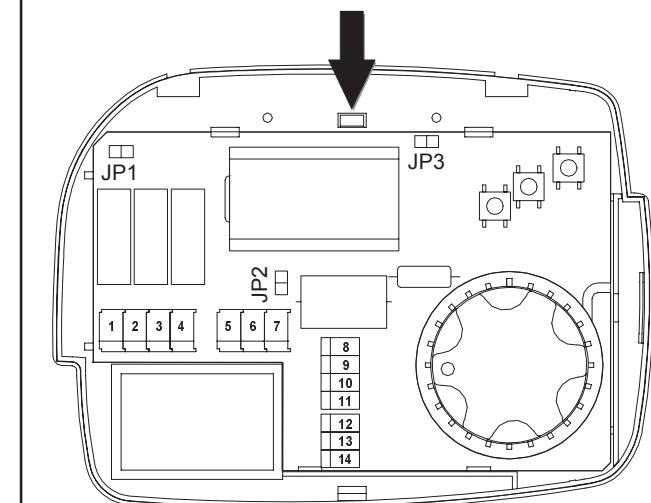

Abb. 4: Innenansicht.
2. Die Grundplatte hinter dem Thermostat entfernen in dem Sie auf den kleinen Kunststoffzahn (siehe Abb.4) drücken und gleichzeitig die Grundplatte nach unten drücken, um sie zu befreien.
Das Gerät funktioniert mit Betriebsspannung 230V~ oder 24V~. Der Thermostat wird im Werk für eine Betriebsspannung von 230V~ eingestellt mit Jumper auf JP1-Position. Um die Betriebsspannung auf 24V einzustellen, den Jumper JP1 (Abb.4) in die Position JP2 (Abb.4) bringen. Die Eingangsklemmen sind die 5 und die 6, wie eben die Abb.6 zeigt. Bei Versorgung mit 230V~ sind Leiter und Nullleiter streng einzuhalten. Bei der Klemme 7 ist ein Eingang für die zentralisierte Kühlungs-/Heizungsauswahl verfügbar. Falls die zentralisierte Kühlungs-/Heizungsauswahlfunktion nicht verwendet wird, kann dieser Eingang für die Aktivierung der Betriebsweise "Economy" eingesetzt werden. An den Klemmen 13 und 14 kann ein externer Raumtemperaturfühler angeschlossen werden. Bei der Konfiguration können Sie auswählen, ob Sie den internen oder den externen Temperaturfühler verwenden wollen. Bei den Klemmen 12 und 14 können Sie verschiedene Fühlervarianten für Sonderfunktionen anschließen: einen Vorlauftemperaturfühler für die "Changeover"-Funktion und/oder ein "Tiefsttemperaturthermostat". Weiter kann ein Bimetallthermostat als "Tiefsttemperaturthermostat" oder ein Fensterkontakt angeschlossen werden. Achtung: beim Einsatz des Fensterkontakte ist auf gewisse Sicherheitseinschränkungen zu